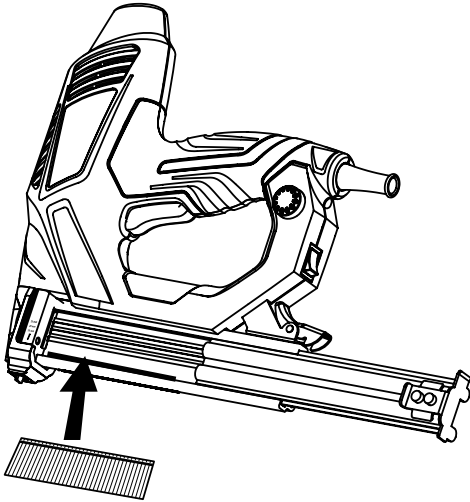

Fig. 4 – Posicionamiento de los clavos/clips
3. Coloque los clips/clavos con las puntas vueltas para abajo, Fig. 4;